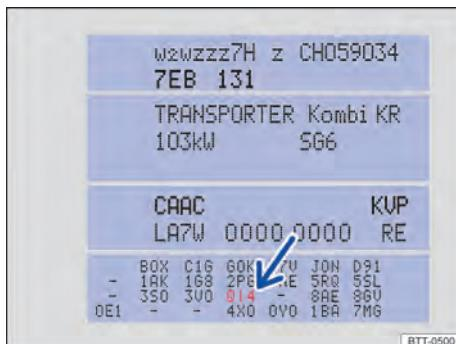

Fig. 164 Etiqueta de dados do veículo com número PR do respectivo serviço (Representação esquemática).
- No número PR da etiqueta de dados do veículo → **Fig. 164** (seta) → Página 318.